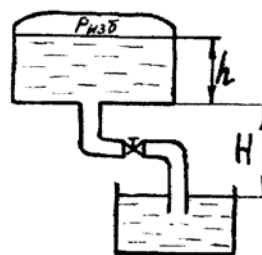

Рис. 14
24. Из напорного бака, давление в котором 12 кПа вода перетекает в резервуар по трубе длина и диаметр которой, соответственно 3 м и 30 мм. Бак установлен на высоте 2,2 м, уровень жидкости в нем 1,7 м. На трубе имеется прямооточный вентиль и два колена с углом поворота  $90^\circ$  и  $R_0/d = 2$ , коэффициент трения 0,025. С учетом всех видов потерь, необходимо определить расход воды. (рис. 14)